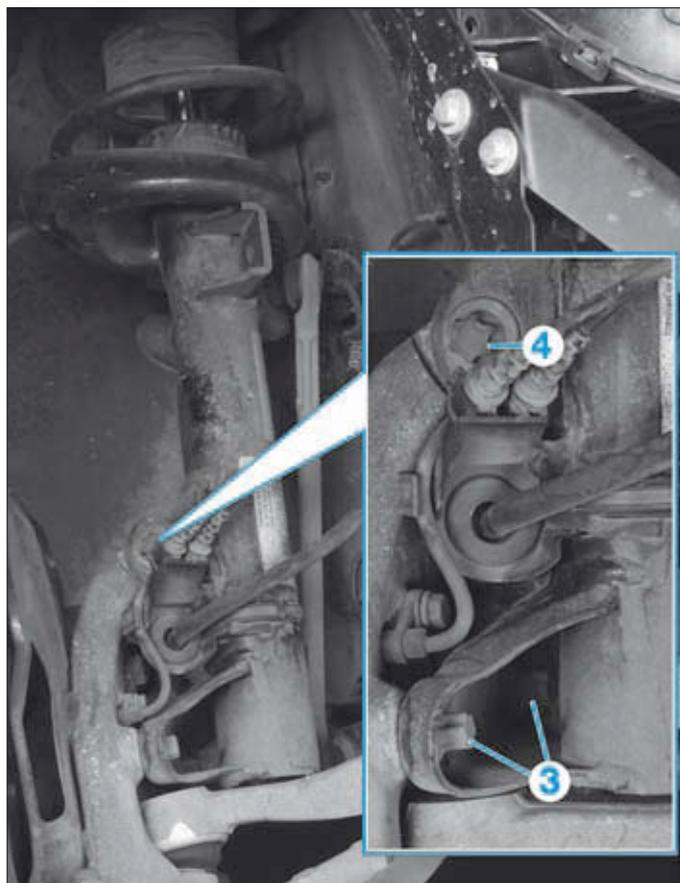

FIG. 11
- Déposer (Fig.11) :
- les vis (3),
- la fixation (4).